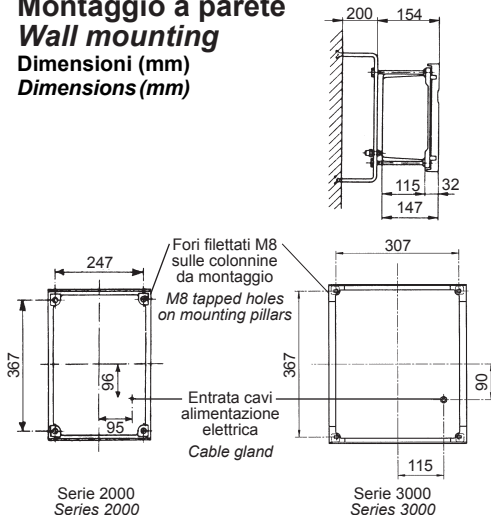

Fig. 3
**Il montaggio a parete** richiede la posa in opera di due profilati in acciaio provvisti di zanche di fissaggio a muro. La cassetta viene fissata con quattro viti passanti M8 da avvitare nei fori filettati delle colonnine di montaggio. Gli interassi dei fori filettati delle colonnine di montaggio sono indicati in Fig. 3.
**Wall mounting** can be carried out by building a simple supporting structure consisting of two steel sections fixed on the wall. The instrument will be then easily mounted on the above structure by means of four M8 screws tightened into the tapped ends of pillars. Centre to centre distances between pillars are indicated in Fig. 3.